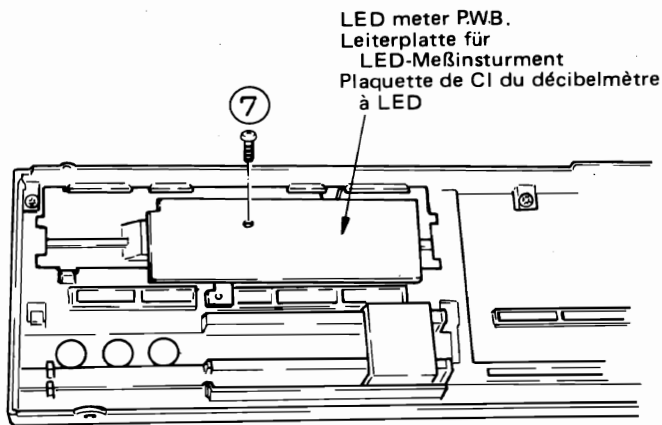

Fig. 4 Abb. 4
5. LED meter P.W.B. (Fig. 4)
5. LED-Meßinstrument-Leiterplatte (Abb. 4)
5. Plaquette de circuit imprimé de décibelmètre à LED (Fig. 4)